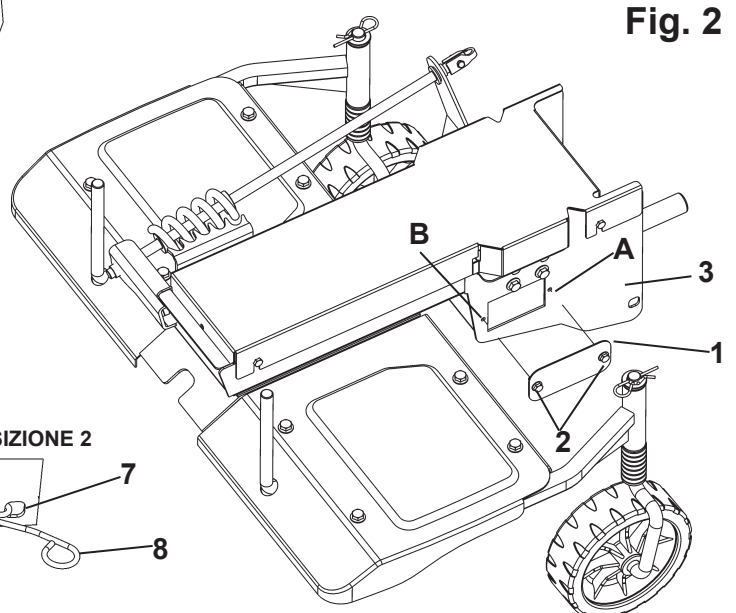

Fig. 2
**MONTAGGIO COPERCHI LATERALI (Fig.2):** prelevare dalla busta accessori i coperchi laterali (1) con le viti (2) già montati su di essi, ed avvitarli al telaio della spazzola (3) utilizzando i rispettivi fori (A) e (B).
HOW TO ASSEMBLE THE SIDE COVERS ( Fig. 2): take the side covers out from the fittings envelope (1) with the screws (2) which have already been assembled on the covers and screw them to the brush frame (3) using the corresponding slots (A) and (B).
MONTAGE DER SEITENABDECKUNGEN (Abb.2): Aus dem Zubehörbeutel die Seitenabdeckungen (1) mit den bereits montierten Schrauben (2) herausnehmen und am Rahmen der Kehrwalze (3) in den Bohrungen (A) und (B) festschrauben.
**MONTAGE DES COUVERCLES LATÉRALES (fig 2) :** enlever de l'enveloppe accessoire les couvercles latérales (1) avec les vis (2) qui sont déjà montés et les visser au châssis du balai (3) utilisant les trous (A) et (B).